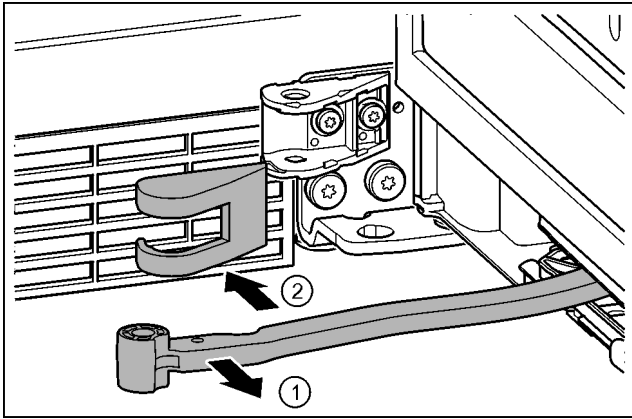

Fig. 20
- ▶ Kľb otočte v smere dverí. Fig. 20 (1)
- ▶ Vyberte kryt ložiskovej konzoly. Fig. 20 (2)